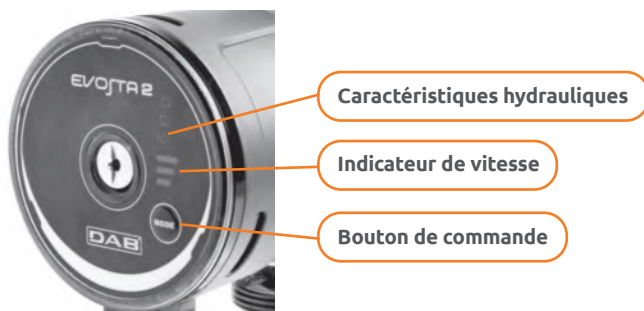

Figure 7(b) – Panneau de commande de la pompe DAB EVOSTA2Z.
5.2.18 La chaudière est équipée d'une pompe de circulation à fréquence DAB EVOSTA2 65/130 OEM (1/2"). Le réglage de la pompe de circulation EVOSTA 2 se fait avec un seul bouton situé à l'arrière du boîtier statorique. La pompe dispose de 3 modes de fonctionnement et de 9 caractéristiques hydrauliques, la commutation entre eux est effectuée à l'aide des boutons MODE. Le mode de fonctionnement sélectionné est affiché à l'aide de 3 voyants lumineux (Figure 7(b)).